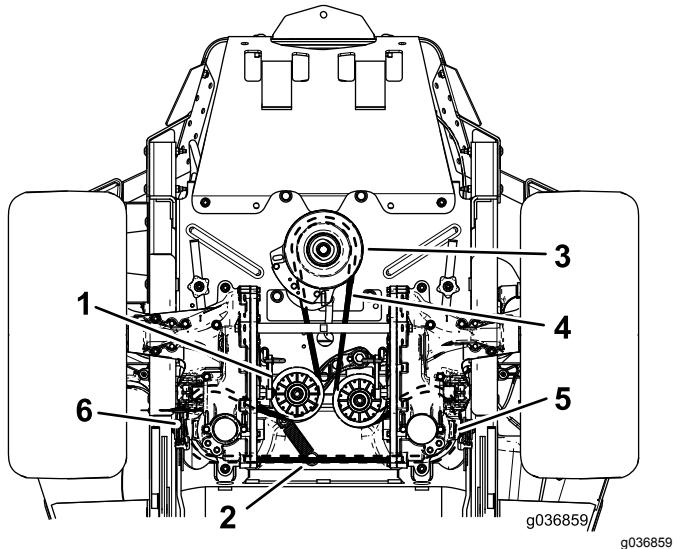

Figura 93
4. Levante la máquina y apóyela sobre gatos fijos (Figura 93).
6. Retire el muelle tensor del espárrago (Figura 93).
8. Instale la correa nueva alrededor de la polea del motor y de las 2 poleas de la bomba hidráulica (Figura 93).